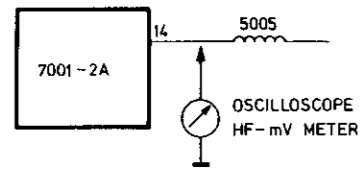

Fig. 4
- Messsender gemäss Bild 1 und Oszilloskop oder HF-Millivoltmeter gemäss Bild 4 anschliessen.